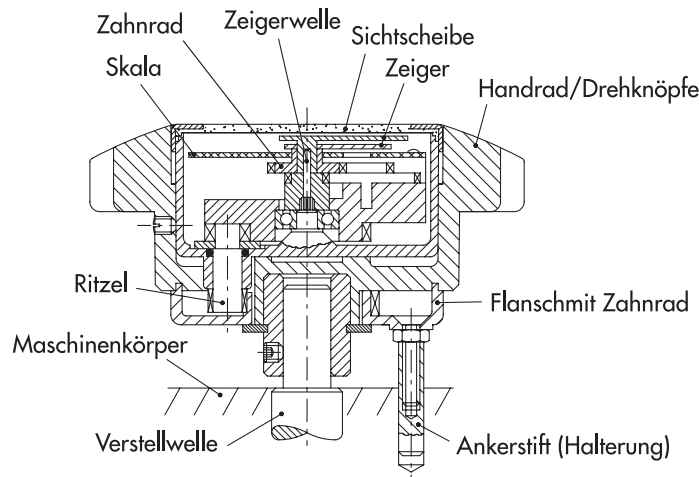

Bild 4
1.2 Auf derselben Zeigerwelle ist ein Trageelement lose gelagert, an dem auf der einen Seite die Skala, an der hinteren Seite ein Zahnrad (1. Zentralrad) befestigt ist. In dieses Zahnrad greift ein Ritzel ein, das im Gehäuse gelagert, nach außen geführt ist und in ein zweites Zahnrad (2. Zentralrad) eingreift. Dieses ist feststehend, d.h. über eine Halterung maschinenseitig befestigt (Festhaltesystem). Die gesamte Anordnung stellt ein Planetengetriebe dar (Bild 4).